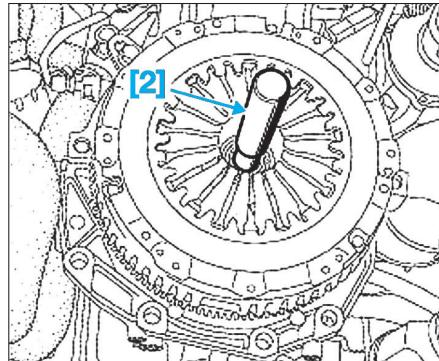

Fig. 2
- [2]. Centrure du disque d'embrayage (Fig.2).
- Centrer correctement le disque d'embrayage à l'aide de l'outil [2] (Fig.2).